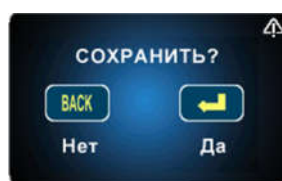

Рисунок 2.33 – Сохранение
- Для сохранения нажмите клавишу «». И нажмите клавишу «» («ДА»), чтобы сохранить или клавишу «» («НЕТ»), чтобы выйти без сохранения (рис. 2.33).